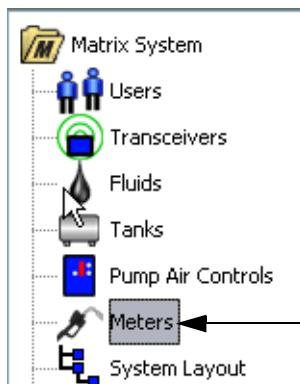

Рис. 85
- Щелкните на значке «**Meters**» [Расходомеры] (Рис. 85) из перечня на панели системы Matrix. Отобразится экран «Meters» [Расходомеры].